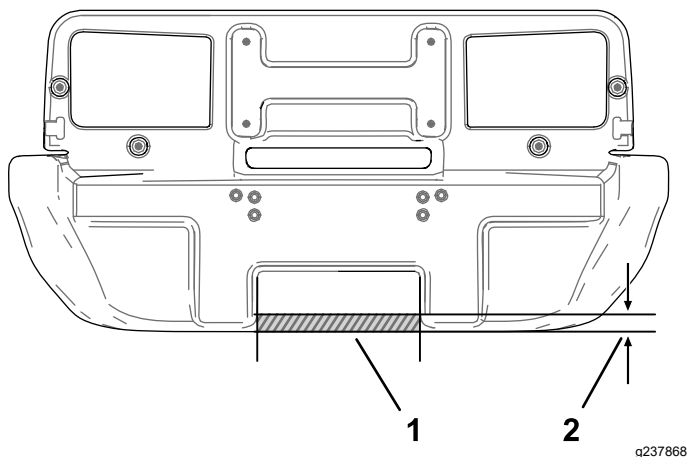

图 60
1. 如图 60 所示在缓冲器的背面在凹陷中心区的缓冲器底部向上测量出 25.4mm 并标记此位置。